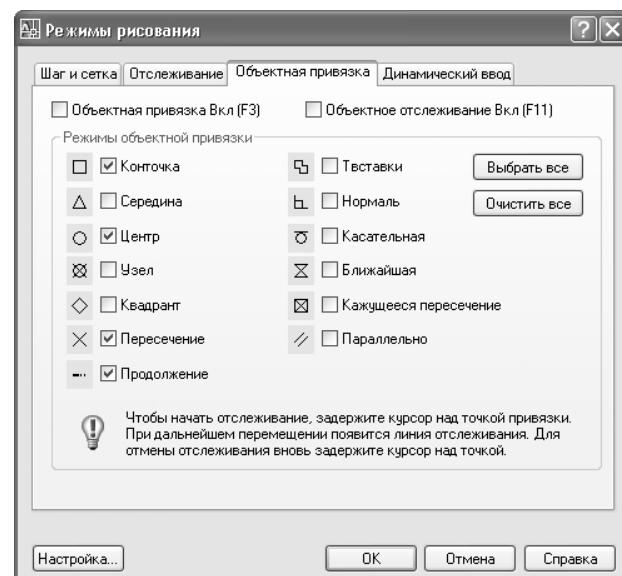

Рис. 4.40 ▼ Вкладка **Объектная привязка** (Object Snap) диалогового окна **Режимы рисования** (Drafting Settings)
- В появившемся окне **Режимы рисования** (Drafting Settings) перейдите на вкладку **Объектная привязка** (Object Snap) и убедитесь в том, что все находящиеся на ней флагшки сброшены, как показано на рис. 4.40 (для сброса флагшка достаточно щелкнуть на нем), а затем щелкните на кнопке **OK**, чтобы закрыть диалоговое окно.
- Для создания прямоугольника, который будет представлять на чертеже контур боковой стенки малой тумбы, запустите инструмент **Прямоугольник** (Rectangle), кнопка которого находится на панели инструментов **Черчение** (Draw). Альтернативный метод запуска этого инструмента заключается в использовании команды меню **Черчение** ⇒ **Прямоугольник** (Draw ⇒ Rectangle) либо в использовании команды командного окна **Прямоугольник** (RECTANG) или ее псевдонима **прямоуг** (REC). AutoCAD предложит в командном окне задать координаты первого угла или выбрать дополнительные режимы использования инструмента **Прямоугольник** (Rectangle) (**Первый угол или [Фаска/Уровень/Сопряжение/Высота/Ширина]** : (Specify first corner point or [Chamfer/Elevation/Fillet/Thickness/Width]:)). В данном случае нас вполне устраивает предложенный по умолчанию режим. Размер прямоугольника в этом режиме задается точно так же, как и размер рамки масштабирования, – по двум точкам, определяющим противоположные углы прямоугольника. Однако, в отличие от рамки масштабирования, мы не можем задать координаты этих точек «на глаз». Для того чтобы расположить прямоугольный контур боковой стенки тумбы, можно либо вычислить и ввести координаты, либо использовать различные режимы *объектной привязки* (object snap). Объектная привязка – это специальный механизм AutoCAD, который обеспечивает автоматическое распознавание характерных точек чертежа (окончные и средние точки линий, центры окружностей и т. п.). Именно эти режимы и были перечислены на вкладке **Объектная привязка** (Object Snap) диалогового окна **Режимы рисования** (Drafting Settings) (см. рис. 4.40). Вы их только что отключили, чтобы не путаться в пока что неизвестных вам режимах, однако теперь настало время воспользоваться одним из режимов объектной привязки.